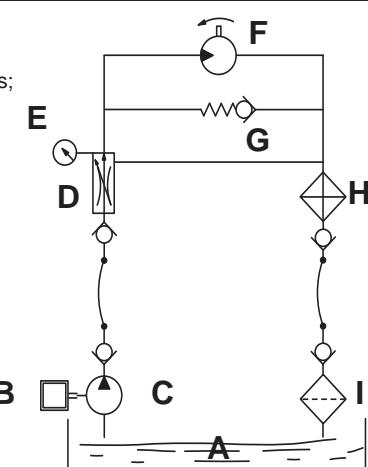

fig. 38
- installation indépendante:** installation avec circuit oléodynamique séparé (Fig. 38).
Alimentation de l'huile: respecter les données du schéma Fig. 38.